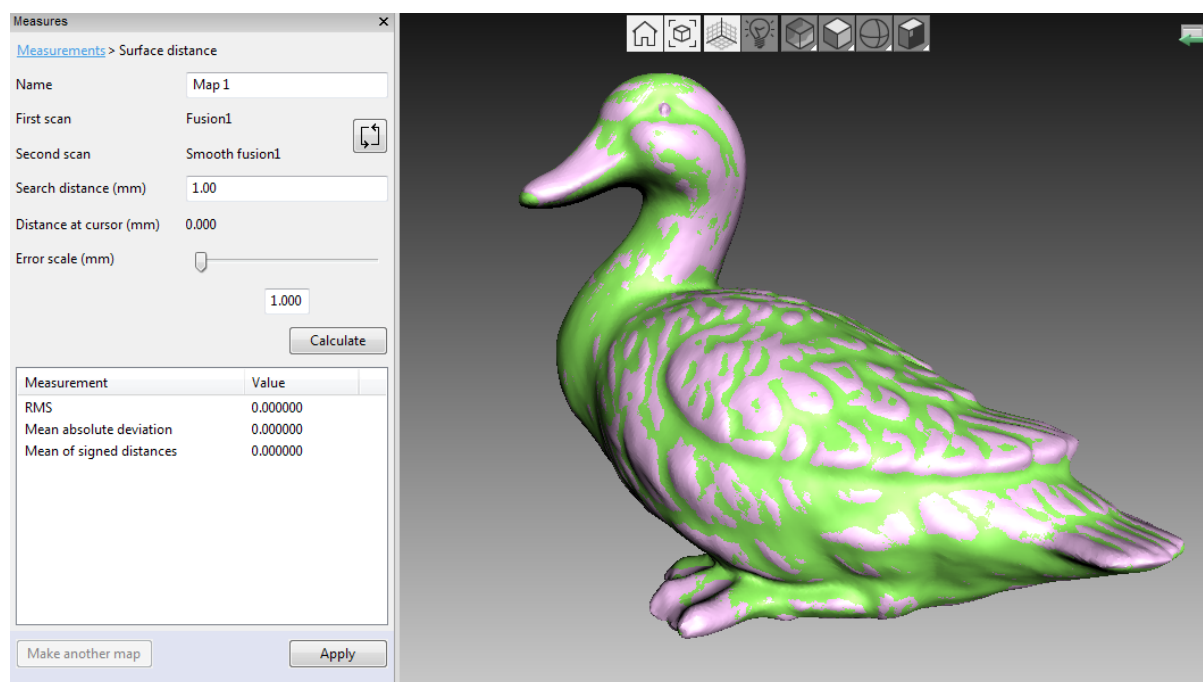

Рис. 9.12: Указание параметров для расчета карты расстояний
3. Если необходимо, введите название карты расстояний в поле *Наименование* на панели *Измерения* (Рис. 9.12). По умолчанию программа создает новые карты расстояний с названиями *Карта 1*, *Карта 2* и т. д.